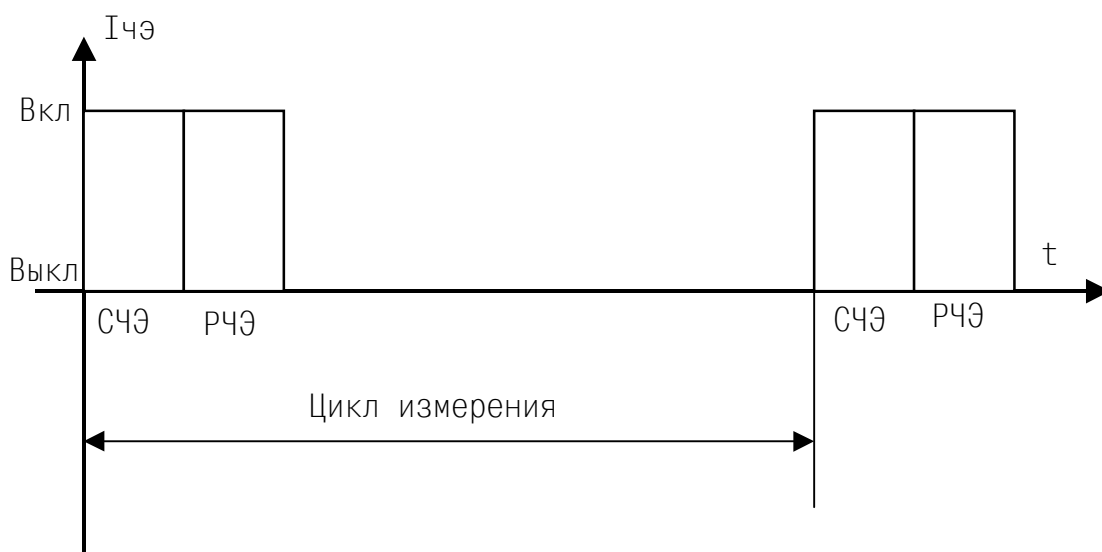

Рисунок 1.1
1.1.4.3.4 Включение схем питания РЧЭ и СЧЭ происходит последовательно в процессе цикла измерения, что иллюстрирует рисунок 1.1.